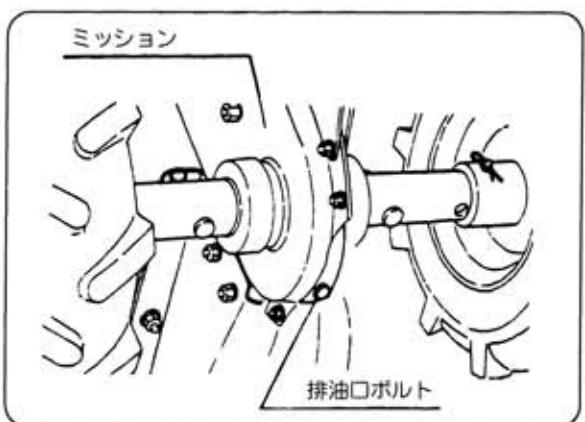

図38
- ① 注油栓を取外してください。
- ② ミッションケース下部にある排油口ボルトを取外して汚れたオイルを流し出してください。（図38）
- ③ 給油口からミッションオイルをゆっくり給油してください。